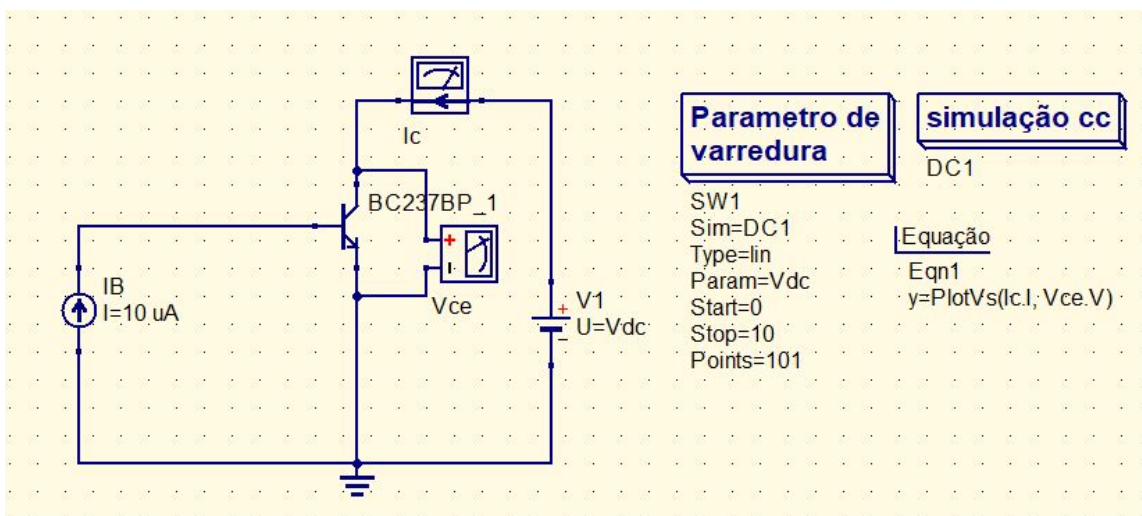

Figura 2: Circuito referente à segunda parte do experimento
3.2.2) Para a segunda parte do experimento, o circuito da Figura 2 foi simulado no QUCS utilizando um transistor BC237BP. A corrente da fonte foi configurada para 3 valores diferentes e então os resultados foram registrados em tabelas (Tabela 2, 3 e 4)